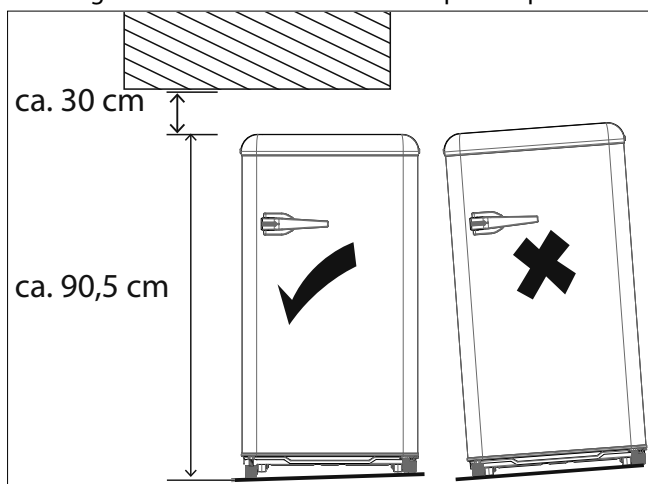

Fig. 4 – Hauteur minimale de la pièce, alignement de l'appareil
- ▶ Alignez l'appareil horizontalement et compensez les inégalités du sol en vissant plus ou moins les pieds réglables (3) (voir Fig. 4).